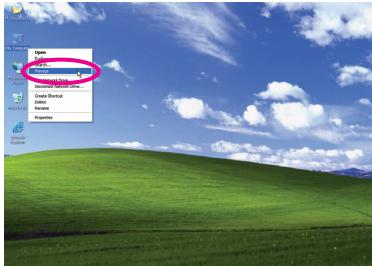
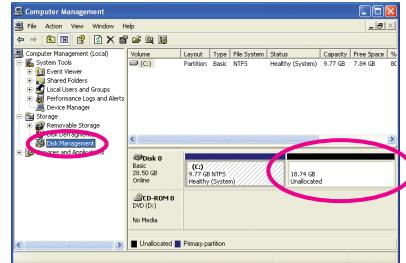

図 4
図 5
4. オペレーティングシステムのインストール後、デスクトップの My Computer アイコンを右クリックし、Manage (図 4)、Computer Management に移動して、ディスクの割り当てをチェックします。Xpress Recovery2 はバックアップファイルを割り当てられていないスペースに保存します(上の黒いストライプ)(図 5)。割り当てられていないスペースが不十分だと、Xpress Recovery2 はバックアップファイルを保存できません。